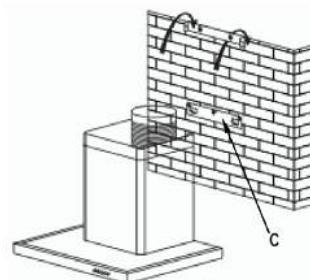

Abb. 2
- Setzen Sie den Körper der Dunstabzugshaube auf den Halter mit den dafür vorgesehenen mitgelieferten Schrauben auf (Abb. 2).